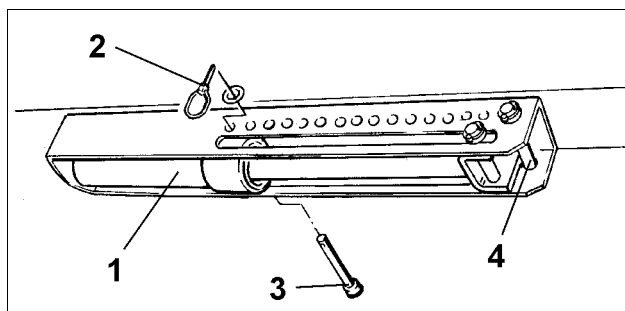

Fig. 62
To bolte (Fig. 62/3 og Fig. 62/4) sidder som stop for hydraulikcylinderen (Fig. 62/1) i indstillingsrammen. Hydraulikcylinderens stop går imod bolten (Fig. 62/3), når der ikke er tryk på cylinderen, og går mod bolten (Fig. 62/4), når der er tryk på hydraulikcylinderen.
- Hydraulikcylinderen (Fig. 62/1) sættes under tryk
- Bolten (Fig. 62/3) sættes i et hul i hulskinnen og sikres med en ringsplit (Fig. 62/2).